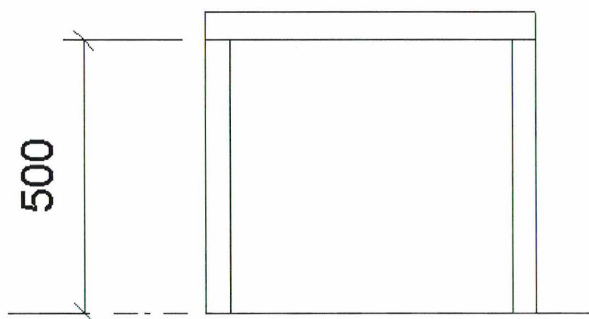

Fig. 06.21. Sæt en målkæde på fra *Reference Plane* i bunden til toppen af boksen.
- Sæt et mål på boksen, fra det *Reference Plane* der er i bunden, til toppen af boksen (Fig. 06.21).